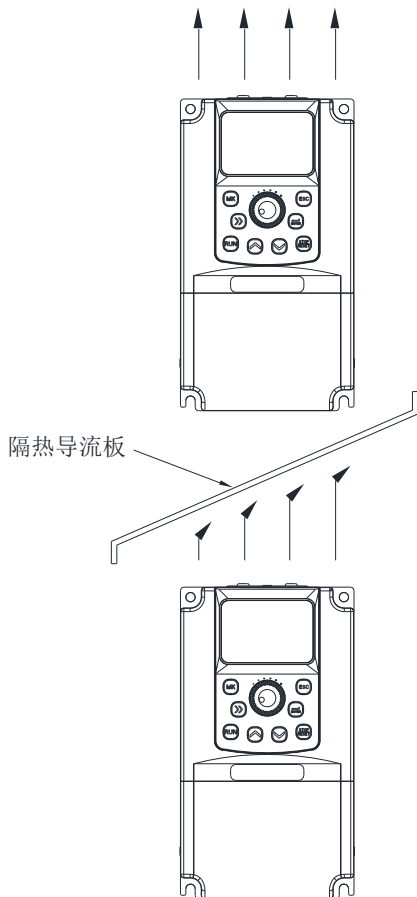

图 2-1 JT600 变频器安装示意图
- 1) 请垂直安装变频器，便于热量向上散发,但不能倒置。若柜内有较多变频器时，最好是并排安装。在需要上下安装の場合，请参考图 2-1 安装隔热导流板。
- 2) 安装空间遵照图 2-1 所示，保证变频器的散热空间。但布置时请考虑柜内其它器件的散热情况。